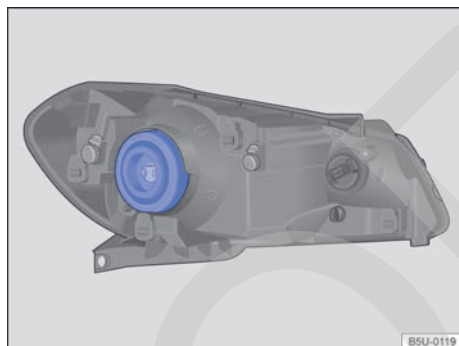

Fig. 168 En el compartimento del motor: ubicación de la lámpara incandescente del farol bajo/farol alto.
4. Remover la cobertura de goma en la parte trasera del farol ⇒ fig. 168.